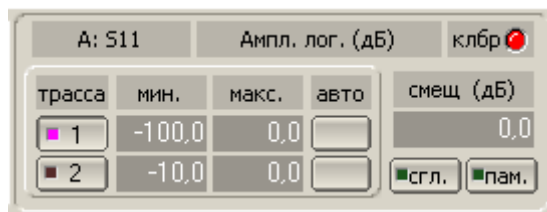

Рисунок 11.1. Панель управления КИН.
11.1 Две идентичные панели управления КИН (рисунок 11.1.) служат для выбора параметров каналов индикации. В каждом канале индикации можно выбрать вид измеряемого  $S$  – параметра, используемый вход ИККП, формат индикации, масштаб и другие параметры.